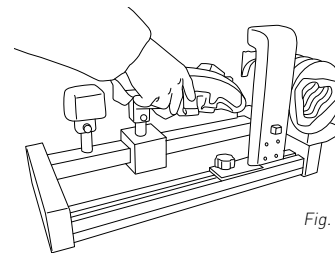

Fig. 5
***1.** Desserrer la chaussure autant que possible et l'insérer sur le support en commençant par l'orteil et ensuite attacher le talon. A ce stade, veillez à ce que le talon adhère correctement au support et, tout en exerçant une pression, poussez la pointe vers l'avant **(Fig. 5)**. Pour réduire tout mouvement latéral de la chaussure, serrez la chaussure avec votre propre système d'attache.